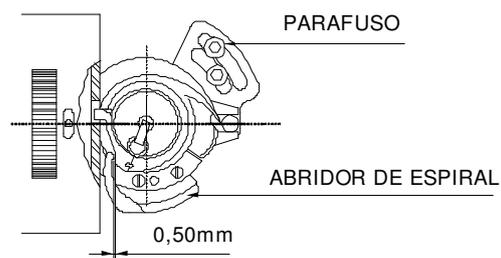

Fig.12
4. Coloque a trava da lançadeira centralizada entre os cavaletes da chapa de agulha, mantendo o abridor de espiral encostado na lançadeira (Fig.12).